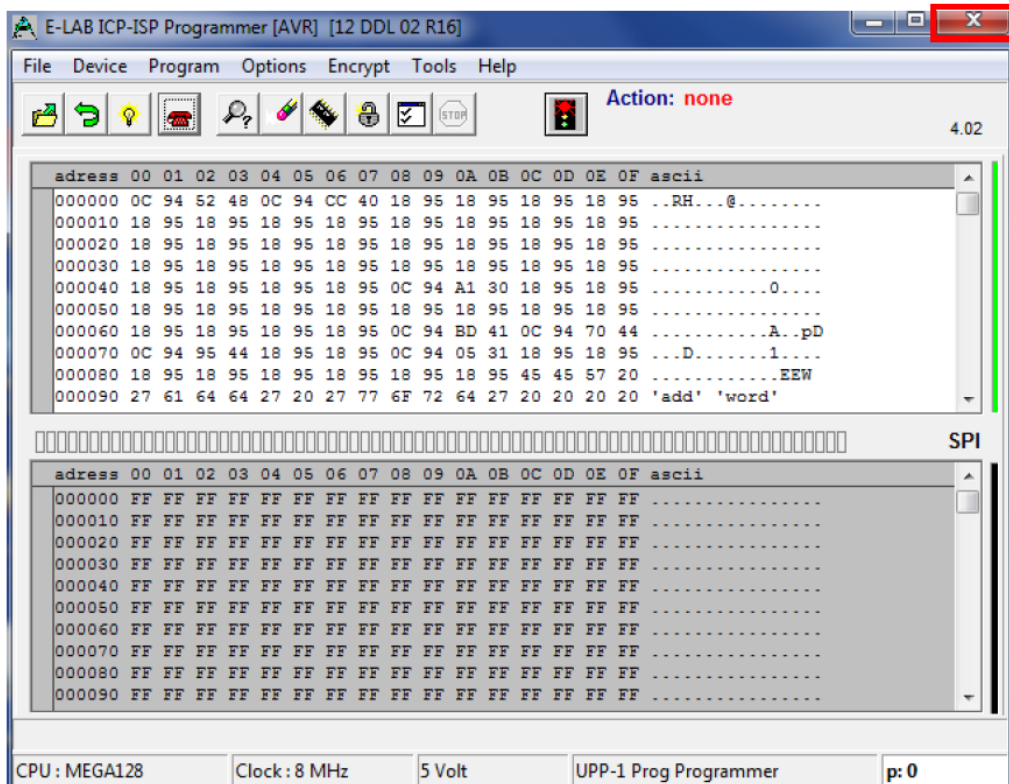

Рисунок 20
2.2.17 Закройте программное обеспечение E-LAB ISP-ICP Programmer, нажав на крестик в правом верхнем углу окна (рисунок 20).